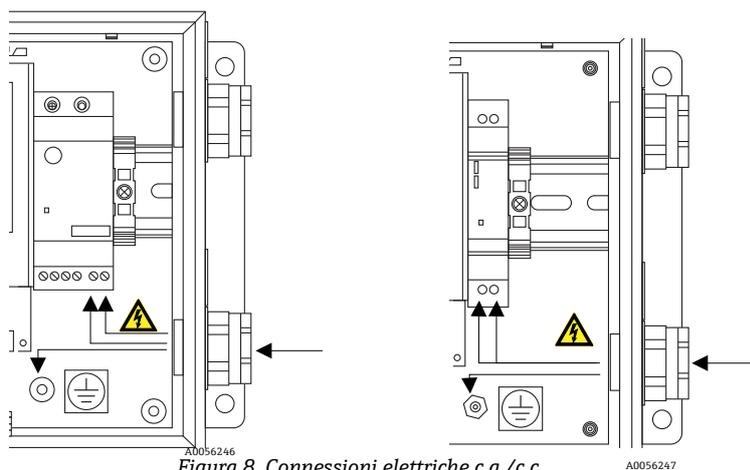

Figura 8. Connessioni elettriche c.a./c.c.
3. Per sistemi c.a., tirare i fili di terra, neutro (N) e L1 nella custodia dell'elettronica. Vedere Figura 8.
Per i sistemi c.c., tirare i fili VI +, - e di terra nella custodia dell'elettronica. Vedere Figura 8.